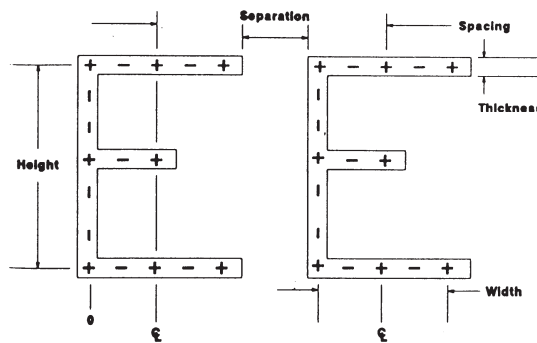

図 1
5.1 文字を書くためには、ソリッドラインまたはドットマトリクス法が使用される。図 1 に示されるように横 5 ドット縦 9 ドットを最小マトリクスとしなければならない。実線にするためにはより多くのドットが使用される。特にノッチ付きウェーハに適用可能なより大きなコード寸法を用いる場合には、読み取り率の向上策として、より高い密度が推奨される(関連情報 1 参照)。
5.2 文字寸法および間隔 (Character Dimensions and Spacing) — 表 1 および図 1 参照。